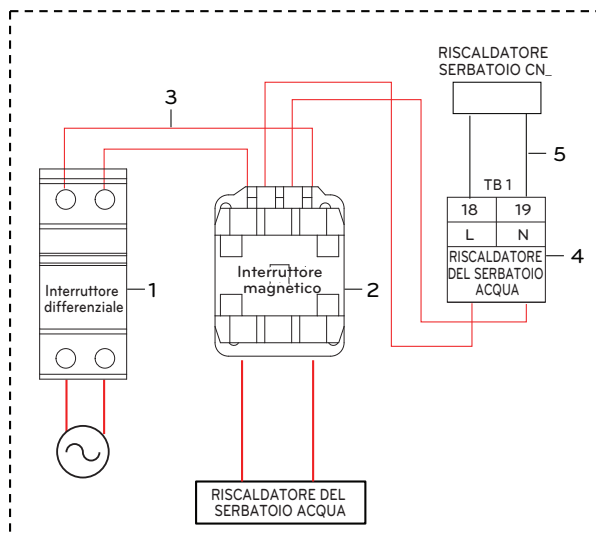

Fig. 2
**Passo 3.** Collegare l'interruttore magnetico con TB1. (Fig. 2)
**Passo 4.** Collegare l'interruttore automatico con l'interruttore magnetico. (Fig. 2)